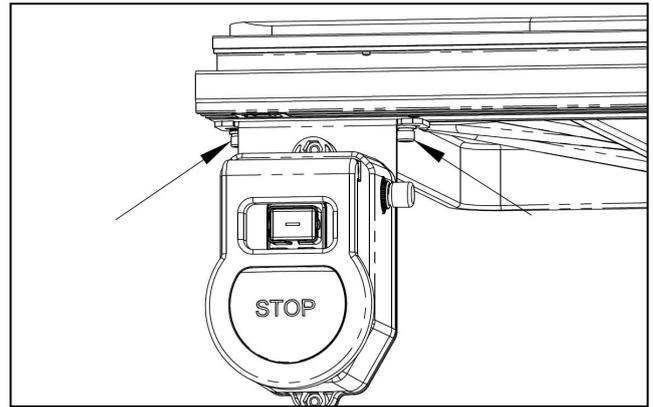

Abb.9
5.4.5 Installation der Schalter (**Abb.9**)